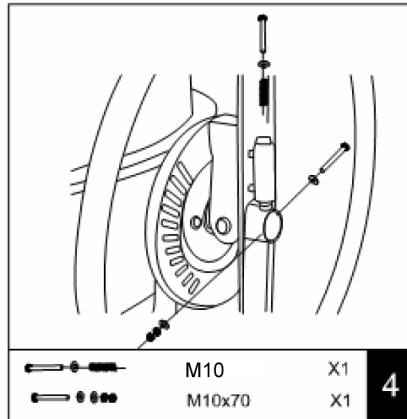

Рис. 10
2. Заверните болт M10 в трубку поворотного колеса (рис. 10). Вставьте шайбу и затем пружину в трубку. Удерживая пружину пальцем, наденьте поворотное колесо на вал. Нажмите на поворотное колесо вниз, совместив отверстия на поворотном колесе с отверстиями на валу. Вставьте болт M10x70 с шайбами и зафиксируйте двумя гайками. Жесткость пружины регулируется болтом M10.